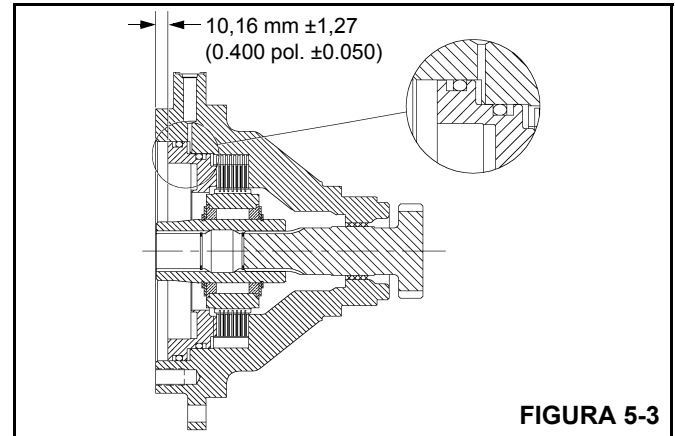

FIGURA 5-3
13. Instale as placas de estator (19) e os discos de atrito (18) na carcaça do freio, começando com um estator e alternando discos de atrito e placas de estator. Há uma placa de estator a mais do que discos de atrito, portanto, o último item instalado é uma placa de estator.
14. Após a instalação, verifique a espessura do freio para determinar se as dimensões estão dentro da tolerância mostrada na Figura 5-3. Se a medição for superior à mostrada, alguns discos de atrito e placas de estator não foram instalados ou os discos de atrito estão desgastados além das tolerâncias aceitáveis. Se a medição for inferior à mostrada, muitas placas ou muitos discos foram inseridos ou eles não estão assentados adequadamente.
15. Revista os anéis de encosto e O-rings novos com uma fina camada de óleo e instale no pistão (10) com os anéis de encosto voltados para fora do pistão. Consulte a Figura 5-3 para instalação adequada dos O-rings e anéis de encosto.